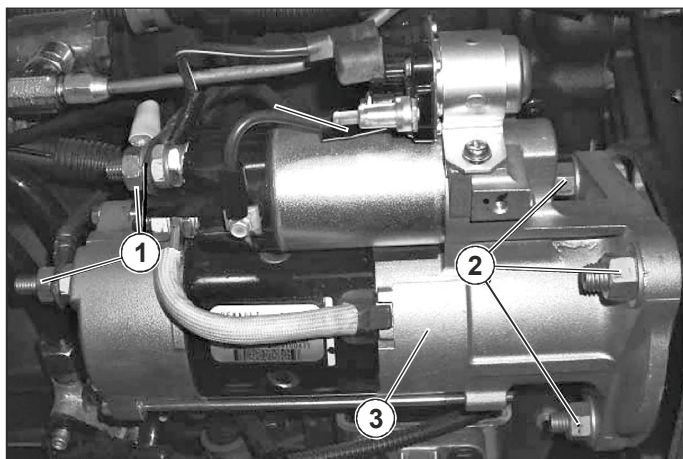

Рис. 12. Снятие стартера.
3.8. Снятие стартера. (см. Рис. 12)